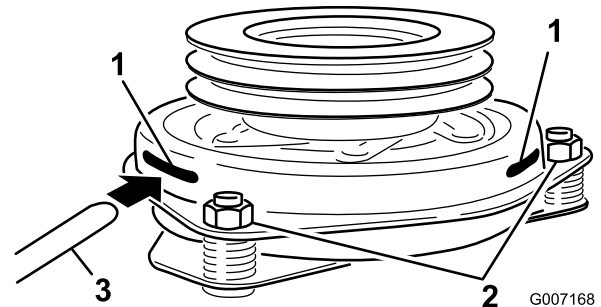

Figure 59
côté de l'ensemble. Vérifiez qu'elle passe bien entre les surfaces de frottement de l'induit et du rotor (Figure 59).
10. Serrez les contre-écrous jusqu'à ce la jauge d'épaisseur fléchisse légèrement mais puisse bouger facilement dans l'entrefer (Figure 59).